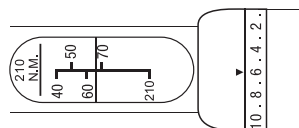

Fig. 2
- Tournez la poignée et ajustez l'échelle annulaire du réglage de précision sur „6“. La clé dynamométrique est maintenant réglée sur 66 Nm (Fig. 2).